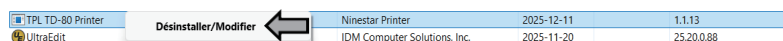

Fig.20
① Ouvrez le Panneau de configuration de votre ordinateur et sélectionnez « Désinstaller un programme ». Dans la liste des programmes installés, localisez le pilote que vous souhaitez supprimer. Faites un clic droit sur le pilote cible et sélectionnez « Désinstaller/Modifier » pour accéder à l'interface de désinstallation du pilote (voir Figure 20);